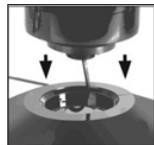

Рис. 2
- Совместите половинки основания (1) и соедините их до срабатывания фиксаторов.
- Совместите выступы на нижней части корпуса вентилятора с отверстиями на основании (1) (рис. 2).